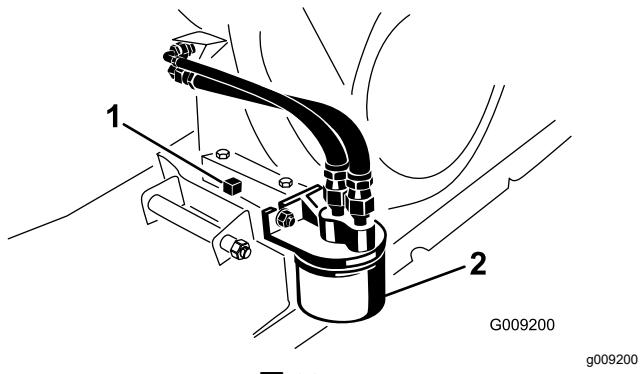

图 33
- 在排油塞下方放一个放油盘图33。
- 取出排油塞和密封件图33。
- 拆下现有机油滤芯图33。
- 将新滤芯拧到滤芯适配器上直至垫片接触到安装板然后将滤芯旋紧1/2至3/4半圈图33。